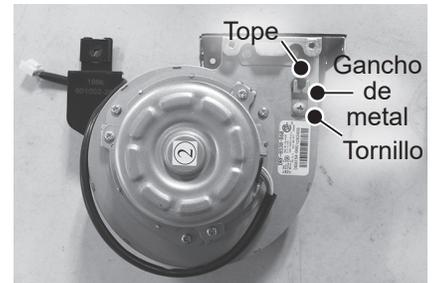

Figura 107 - Instalación del tope
- 27** Retire el tornillo que fija el gancho de metal y el tope al antiguo conjunto de ventilador. Deje el tornillo en un lugar seguro para volver a instalarlo. Consulte la Figura 107.
- 28** Con el nuevo gancho de metal, fije el nuevo tope al nuevo conjunto de ventilador con el tornillo que se retiró en el Paso 27. Consulte la Figura 107. Deseche adecuadamente el antiguo conjunto de ventilador.